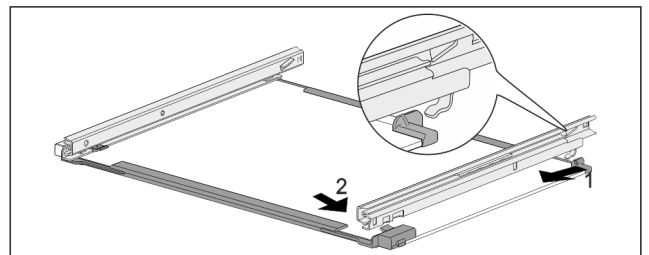

Fig. 245 Skleněná deska s kolejničkami
- ▶ Zahákněte kolejničku vzadu. Fig. 245 (1)
- ▶ Zaklapněte kolejničku vpředu. Fig. 245 (2)